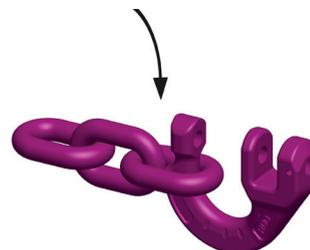

*Abb. 4: Einführen der Kette in Bügelaug*
- 1 Führen Sie das letzte Kettenglied des Kettenstrangs über das einzelne Bügelauge (*Abb. 4*). Ein zusätzliches Verbindungsglied ist in diesem Fall nicht notwendig: